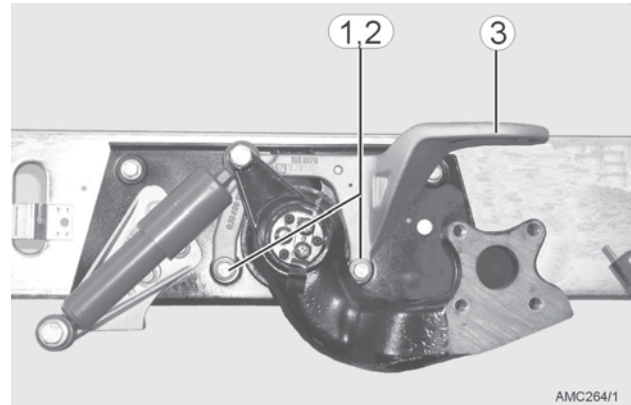

Bild 55
5. Zwei Sicherungsmuttern M12x1,5 (Bild 55 - 1) von der Rahmeninnenseite aus von den Sechskantschrauben M12x1,5x65 (Bild 55 - 2) abschrauben und obere Balgkonsole (Bild 55 - 3) abnehmen.